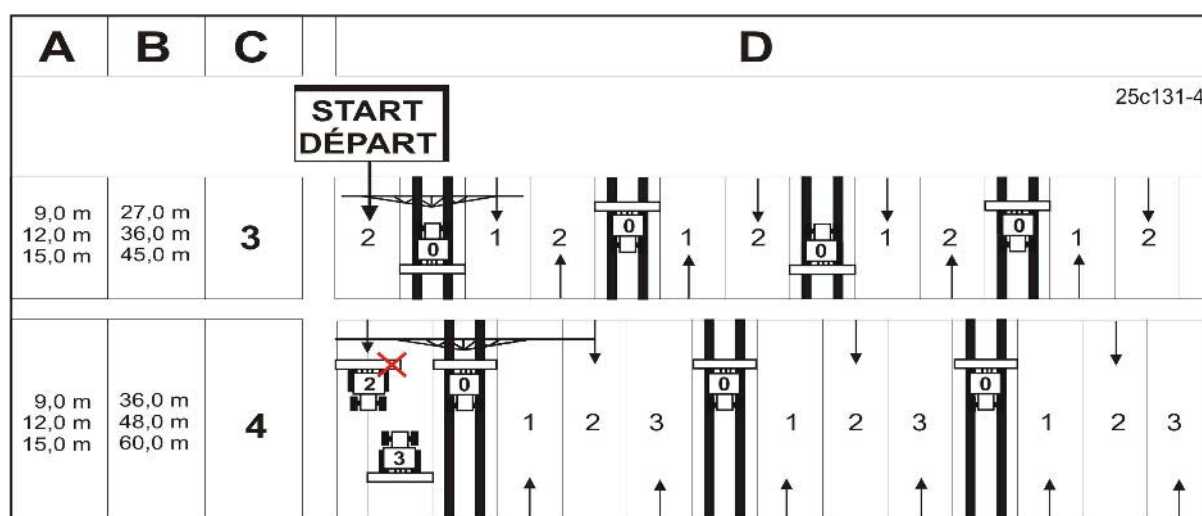

Рис. 61
Создание технологических колея представлено на рисунке (Рис. 61) на нескольких примерах:
1. См. в таблице (Рис. 61):
На рисунке (Рис. 61) показаны примеры создания технологических колеи с 4-м ритмом переключения.